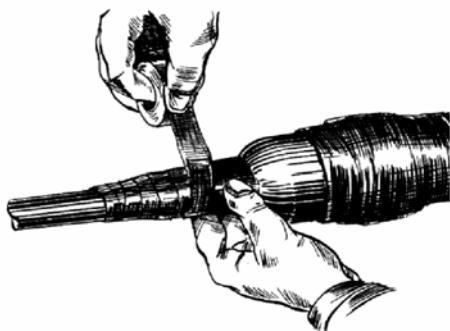

Рис. 8.8. Обмотка лентой 88Т
8.2.4. После намотки ленты VM на нее следует намотать с 50% перекрытием два слоя ленты 88Т (рис. 8.8).